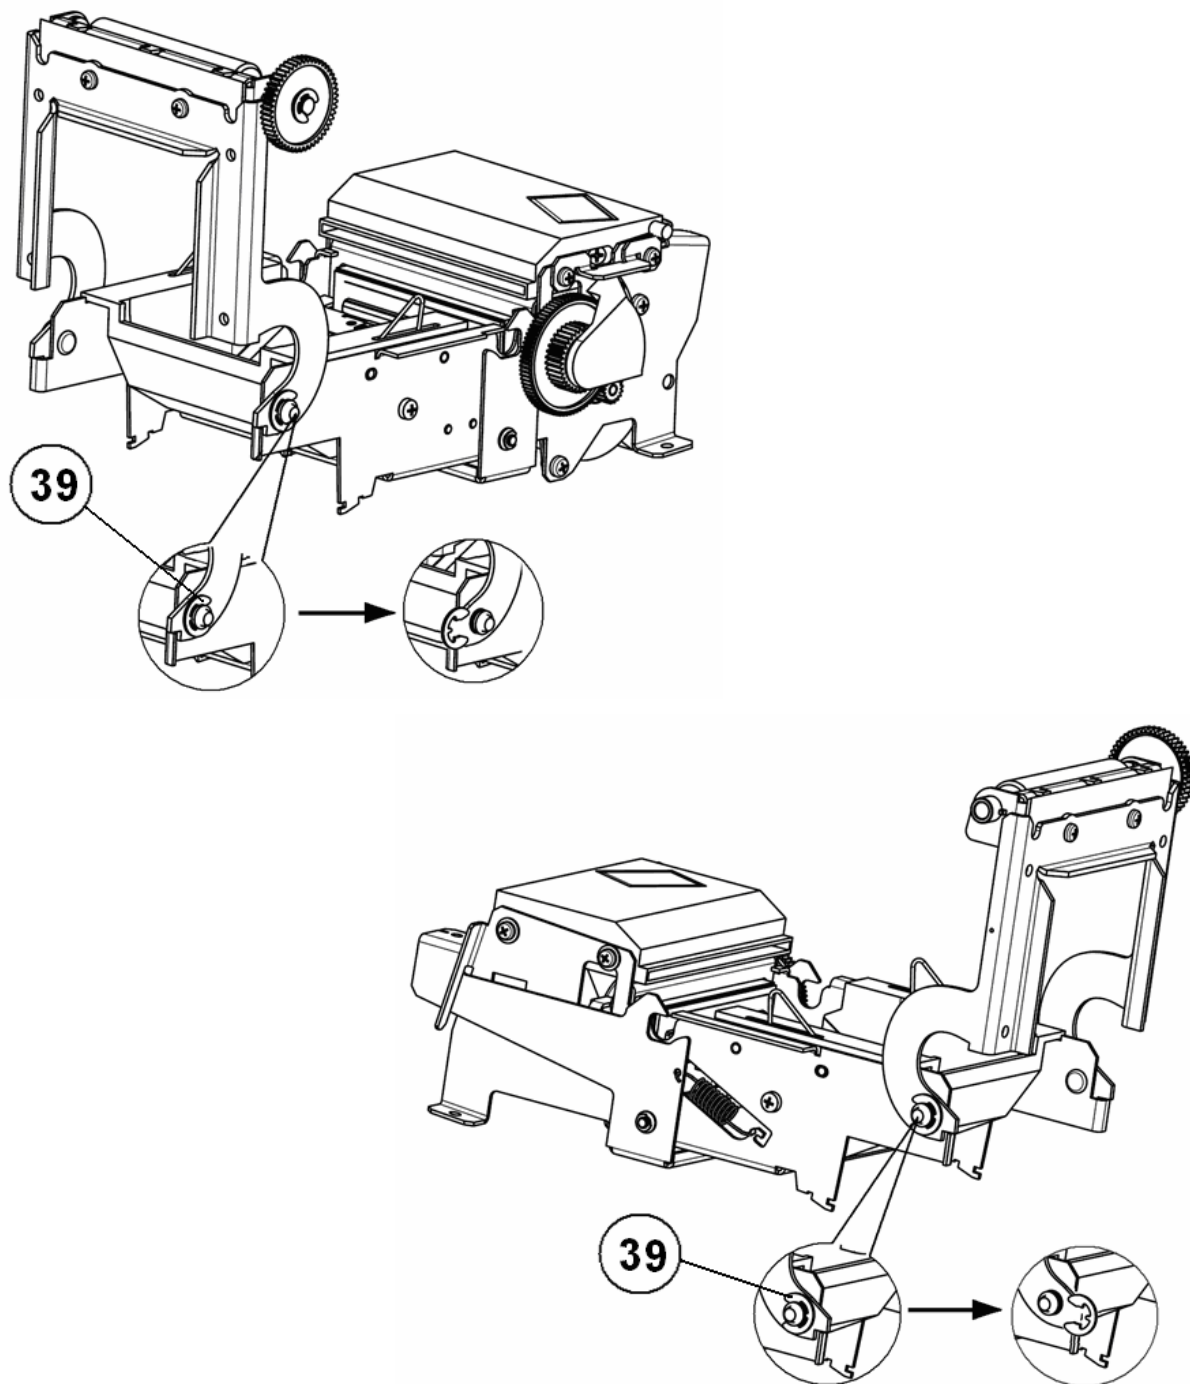

Рисунок 11. – Стопорные шайбы крепления шасси крышки.
- ◆ Снимите стопорные шайбы (см. рис. 11, поз.39);